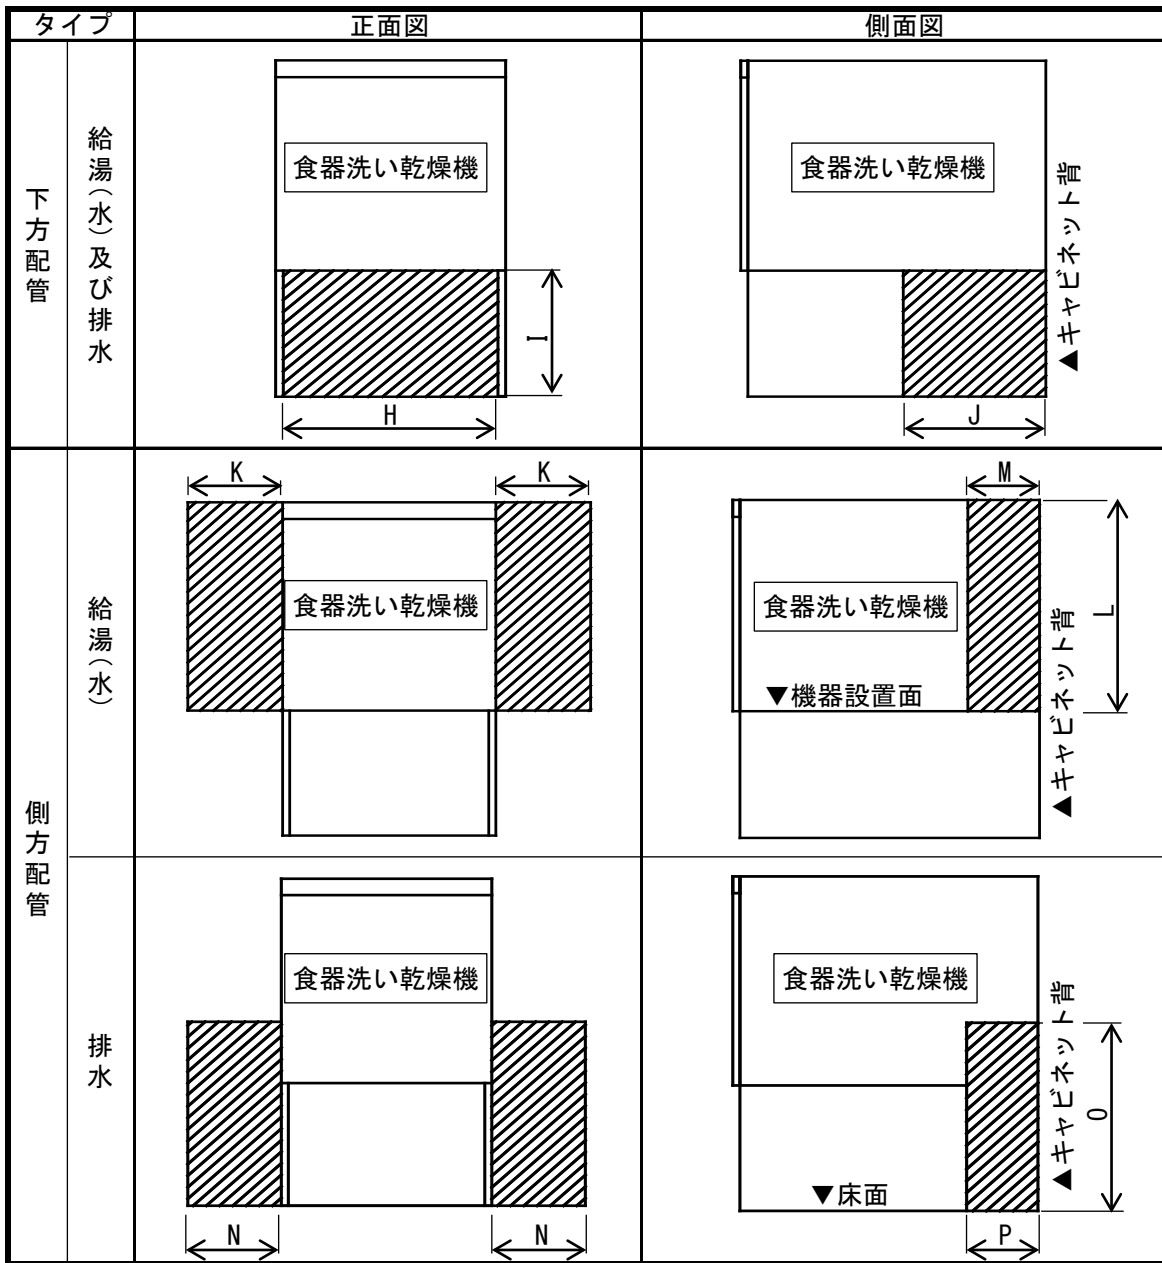

図3 - 食器洗い乾燥機(ビルトイン)配管取回し・接続可能範囲
- ・食器洗い乾燥機(ビルトイン)配管取り回し・接続可能範囲を図3に、標準寸法を表3に示す。